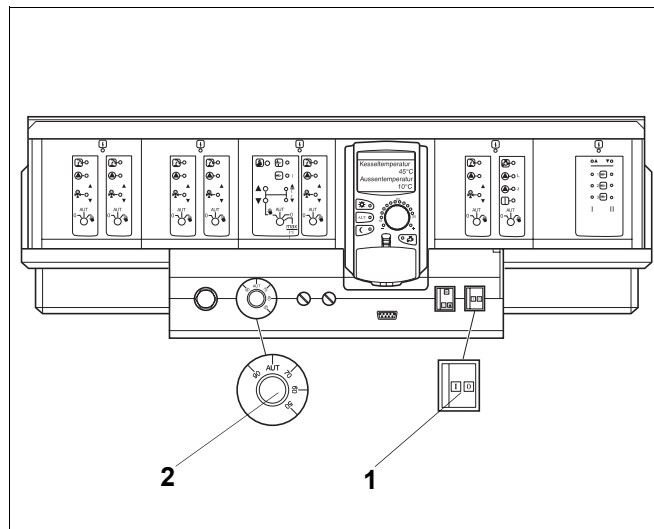

Рис. 3 Система управления Logomatic 4000
- Переведите пусковой выключатель (рис. 3, **поз. 1**) в положение "I" (ВКЛ), на установке с двумя котлами – на двух системах управления.
Установите регулятор температуры котловой воды (рис. 3, **поз. 2**) в положение "AUT". При работе с постоянной температурой установите регулятор на нужную температуру (минимум 65 °С).
Установите регулятор температуры котловой воды (рис. 3, **поз. 2**) в положение "AUT".
Установите регулятор температуры котловой воды (рис. 3, **поз. 2**) одного котла на нужную температуру (минимум 70 °С). Таким образом определяется котел 1 (ведущий).